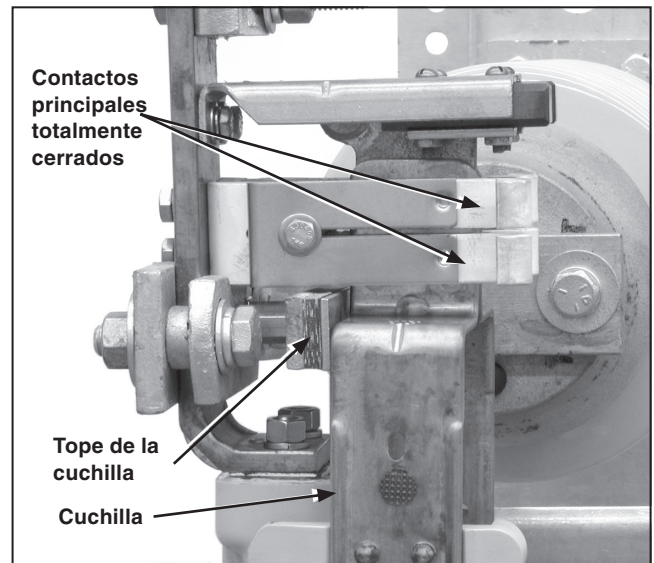

Figura 27. Verificación de que los contactos principales están completamente cerrados.
- (a) Con la palanca de operación hasta donde llegue en la dirección de cierre, todos los contactos principales del interruptor seccionador están completamente cerrados con las cuchillas contra sus topes. Ver Figura 27.